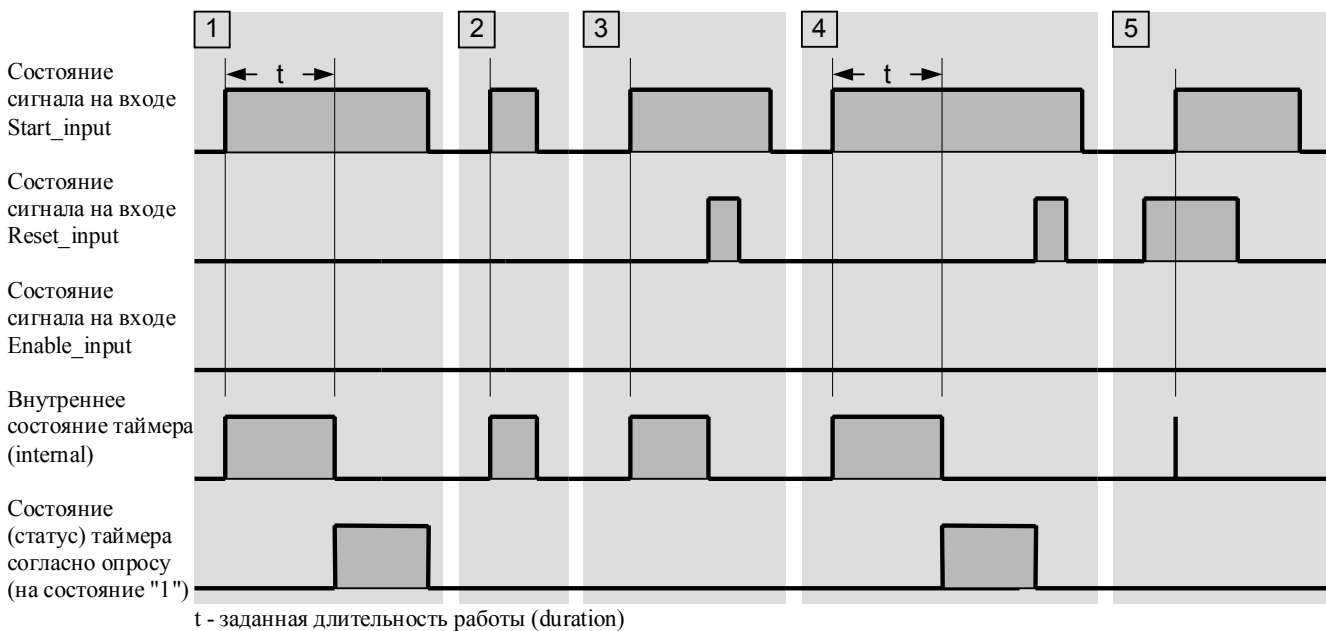

Рис. 7.7 Отклик таймера с задержкой включения (On-delay timer) на сигналы запуска и сброса
Показанное на рис. 7.7 поведение таймера будет соответствовать действительности, если Вы будете придерживаться рекомендованной выше последовательности операторов для STL (сначала запуск, затем сброс, затем опрос таймера). Обычно операция разблокирования (Enabling a timer) не требуется для работы таймера в программе STL, она также не является необходимой и для программы на SCL.
Операция сброса таймера с задержкой включения (Resetting an on-delay timer) имеет статический эффект и имеет приоритет перед запуском таймера (см. рис. 7.7).
- 5 Если сигнал на входе Start_input изменяет свое состояние с "0" на "1" (положительный фронт сигнала), в то время, как на входе Reset_input присутствует состояние "1", то таймер запускается, но последующая инструкция сброса немедленно его сбрасывает (на рис. 7.7 это показано жирной вертикальной чертой). Если проверки (опросы) таймера на состояние "1" (timer status) следуют по времени после сброса таймера, то короткое время работы таймера после его запуска не скажется на результатах проверки - результат проверки будет равен "0".